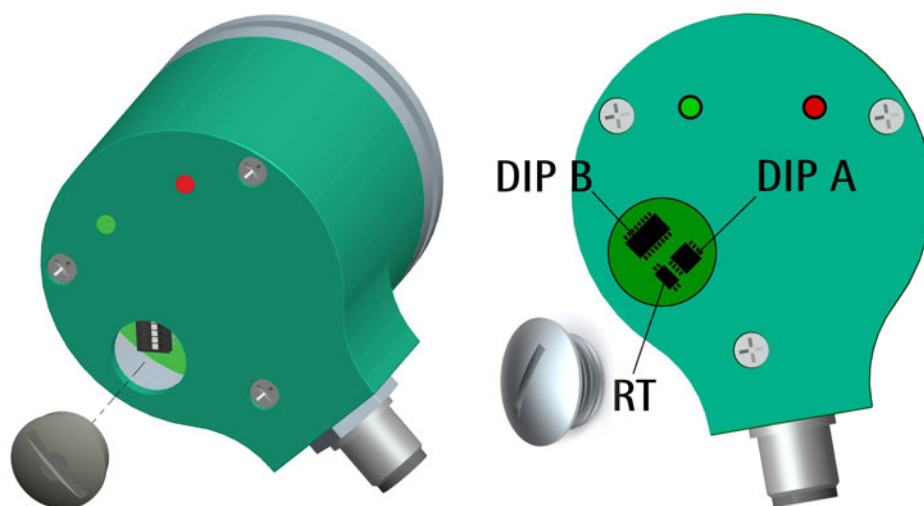
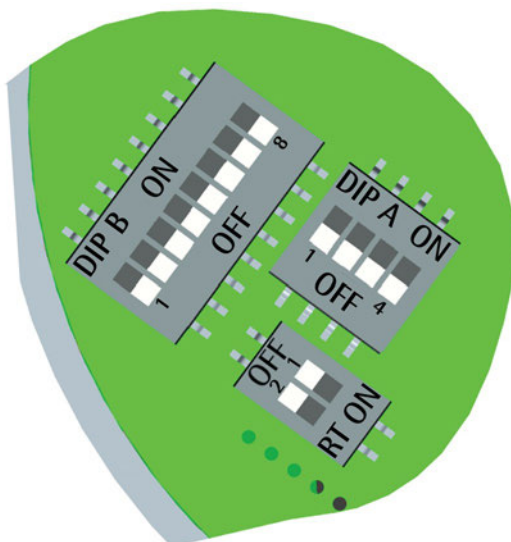

Figura 2: Accesso ai selettori
Figura 3: Selettori DIP switch
#### 4.5 Selettori (Figura 2 e Figura 3)
#### 4.5.1 Velocità di trasmissione dei dati: baud rate e bit di parità (Figura 3)
#### 4.5.2 Indirizzo nodo (Figura 3)
#### 4.5.3 Resistenza di terminazione (Figura 3)
- impostare la velocità di trasmissione dei dati (baud rate e bit di parità, si veda la sezione "4.5.1 Velocità di trasmissione dei dati: baud rate e bit di parità (Figura 3)" a pagina 27); il valore di default preimpostato da Lika Electronic è "baud rate = 19200 bit/s, parità = Pari";
- impostare l'indirizzo del nodo (node ID, si veda la sezione "4.5.2 Indirizzo nodo (Figura 3)" a pagina 29); il valore di default preimpostato da Lika Electronic è "1";